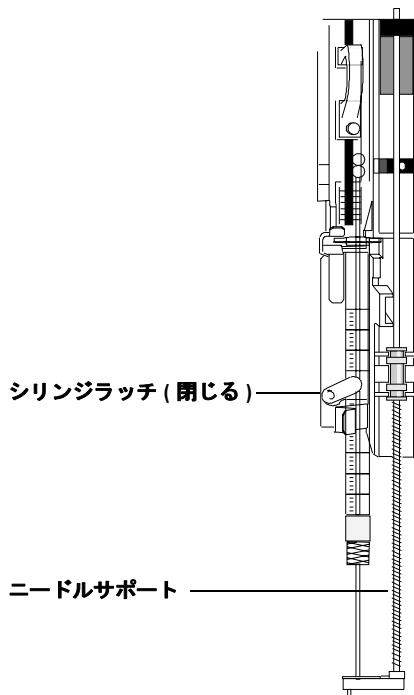

図57 シリングを取り付けた状態のシリングキャリッジとニードルサポート
- 8 スライドを上下に動かして、ニードルがニードルガイドフットと整列していることをチェックします。ニードルは、ニードルガイドの中をスムーズにスライドする必要があります。図57を参照してください。